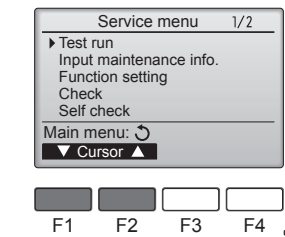

Fig. 7-3
- С помощью кнопки [F1] или [F2] выберите пункт "Test run" (Тестовый прогон) и нажмите кнопку [✓]. (Fig. 7-3)